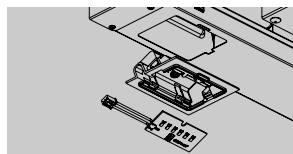
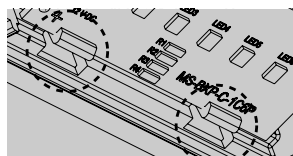

Figura 20
Figura 22
- Extraiga la tarjeta LED desconectándola del alojamiento del chasis (Figura 20/21) Conectar la nueva tarjeta LED e introducirla en el alojamiento. Garantizar que los pines aseguran la tarjeta. (Figura 22)